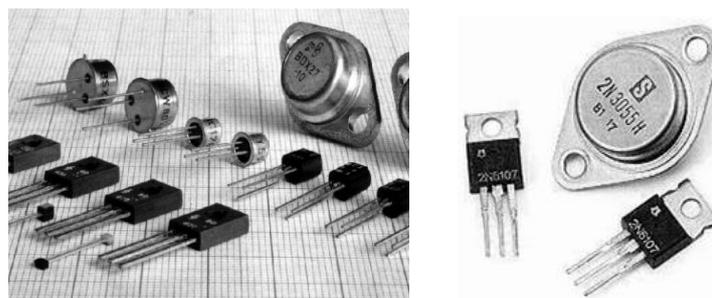

Figura 2.5 – Exemplos de encapsulamentos para o TJB (PIROPO, 2012).
O transistor possibilitou a invenção de vários outros dispositivos, como p. ex. o *circuito integrado* (CI), o qual deu origem aos modernos computadores digitais e outros equipamentos (MALVINO, 1997). Na Figura 2.5 são apresentados alguns tipos de encapsulamento para o transistor.